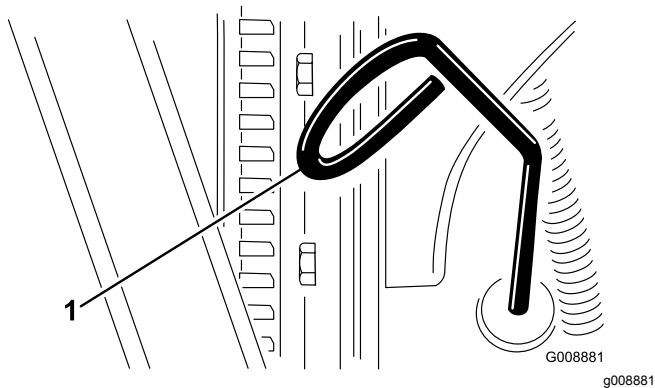

Figure 36
2. Retirez la jauge (Figure 36) et essuyez-la sur un chiffon propre.